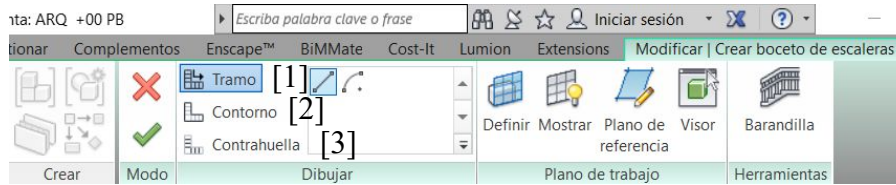

Imagen 4.133: Herramientas para modelar escaleras por boceto
Si, por otra parte, tenemos una escalera con formas singulares, la podemos realizar mediante un contorno de escalera (imagen 4.133 [2]). Para realizar un contorno de escalera, tenemos que tener en cuenta lo siguiente:
- Para dibujar las contrahuellas (imagen 4.133 [3]), de nuestra escalera, tenemos que tener en cuenta, que las contrahuellas, tiene que cerrar el contorno, es decir, siempre van a ir dos contrahuellas, al inicio y fin del contorno.